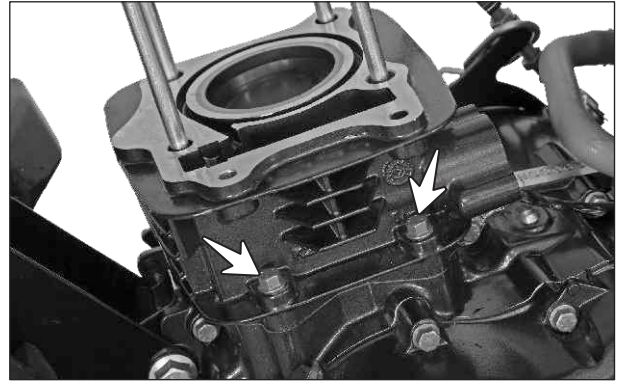

Fig. 3.83
- Retire el tapón del visor del tiempo de la tapa de la volante, junto con el empaque. (Fig. 3.83)
- Retire los 2 tornillos hexagonales (M6x25), que unen el cilindro al cárter izquierdo. (Fig. 3.83)